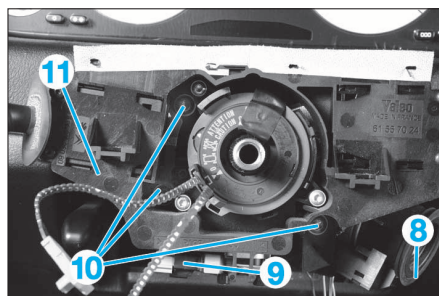

FIG. 6
- le cache inférieur de colonne de direction (7).
- À l'aide d'un tournevis, déclipper et tirer sur le transpondeur (8) (Fig.6), le dégager de l'antivol volant et le laisser pendre.